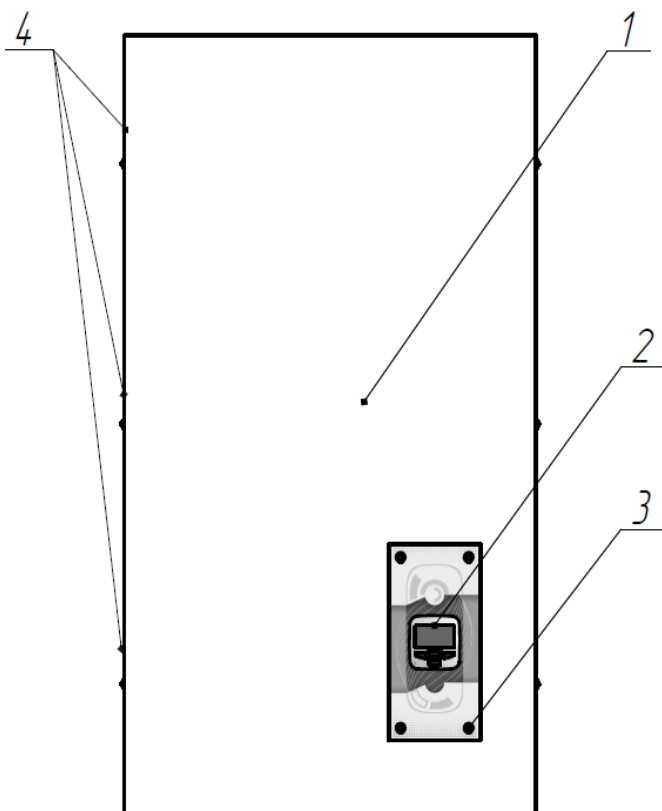

Рисунок 1.
4.2 Внешний вид прибора представлен на рис. 1.
- запрещается работа прибора при снятом кожухе (1) рис.1.